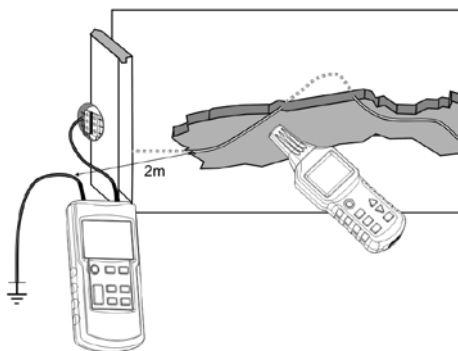

Fig.17
- Branchez l'émetteur de la manière illustrée par la Fig. 17 ;